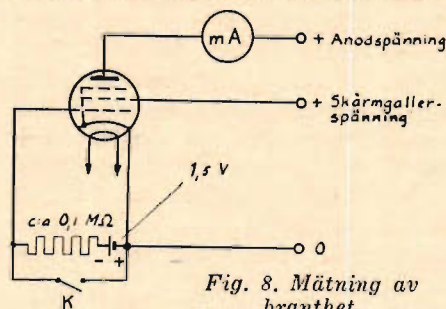

Fig. 8. Mätning av branthen.
En uppmätning av branthen är av stort värde då det gäller att avgöra om ett rör är felfritt eller ej. Som bekant anger branthen (S) hur anodströmmen ändrar sig för en viss gallerspänningsändring. Branthen uttryckes vanligen i mA/V och mätningen sker enligt fig. 8.